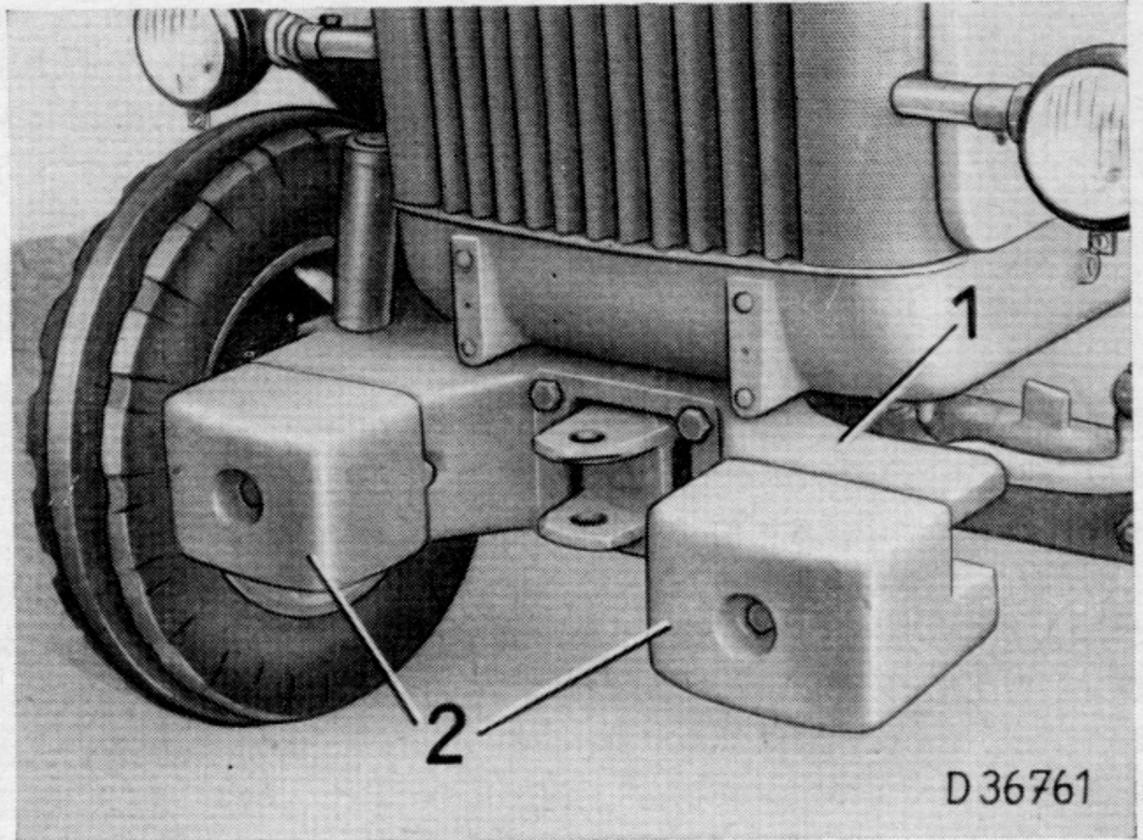
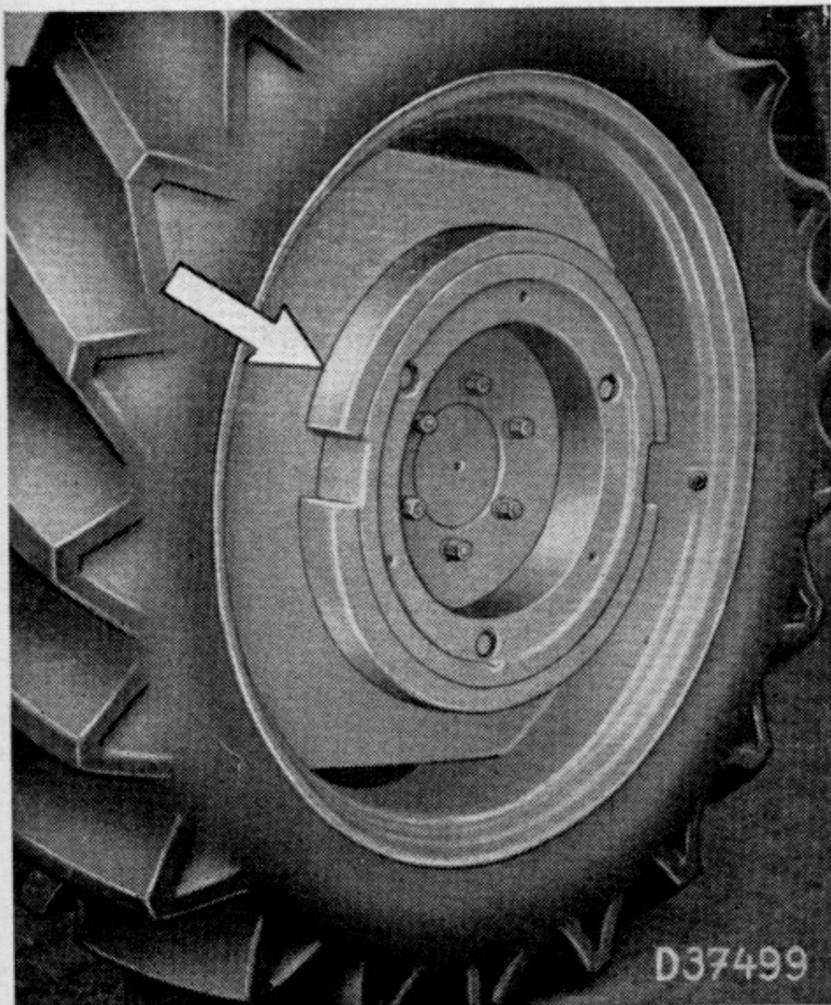

Bild 103. Zusatzgewicht an Drückevorrichtung
Bild 104. Hinterrad mit einem Zusatzgewicht
b) **Beim Arbeiten mit Anhängegeräten oder Ziehen von Vierradanhängern** erfolgt die Hinterachsbelastung durch Anschrauben von Zusatzgewichten (Bild 104) bzw. Wasserfüllung in den Hinterradreifen (s. Abschnitt 25).
Bild 104 a.
aufhängung befestigt werden. An die Hinterräder können **bis zu drei** (nicht mehr) Gewichte (je 80 kg) aufeinandergeschraubt werden (Bild 104/104 a). Bei Schnellgang-Schlepper (24,5 bis 26,6 km/Std.) sind zwei Gewichte je Rad vorgeschrieben. Es sollen **nicht mehr Gewichte** angeschraubt werden, als zur Beseitigung des Radschlupfes notwendig ist. Bei zu großem Gewicht zeichnet sich das Reifenprofil im Boden scharf ab. Bei zu wenig Gewicht ist das Reifenprofil im Boden vollkommen verwischt. Bei richtiger Anzahl von Zusatzgewichten wird die Erde zwischen den Reifenstellen bei voller Belastung des Schleppers wenig weggeschoben. Das Reifenventil muß auch nach Anbringen der Zusatzgewichte **zugänglich** sein. Wenn bei schwerer Zugarbeit oder durch Hecklast (Seilwinde, Hecklader) das Lenkvermögen nachläßt, wird an der Drückevorrichtung ein Frontgewicht von 70 kg befestigt (Bild 103), an das nach Bedarf ein oder zwei weitere Gewichte von je 25 oder 65 kg angeschraubt werden können. Beim Schlepper mit Frontlader (ohne Seilwinde) wird zum Ausgleich gegen das Gewicht der beladenen Schaufel ein Arbeitsgerät oder ein entsprechendes Zusatzgewicht zwischen die unteren Lenker der Dreipunktaufhängung eingehängt.